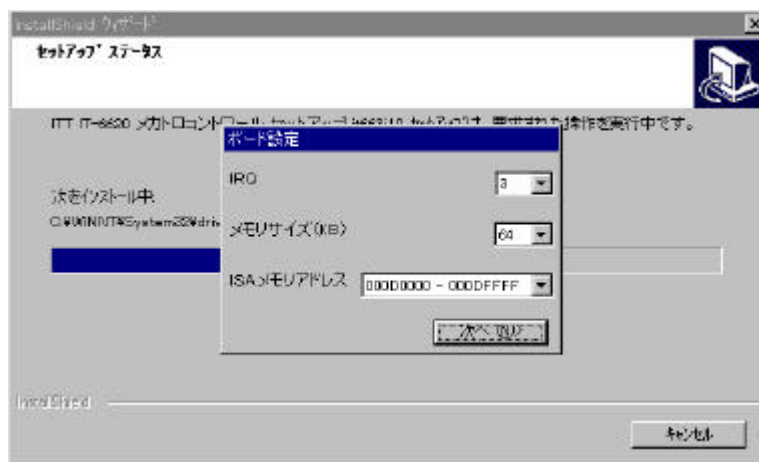

図 8 ボード設定値の入力画面
(9) インストール中にボード設定入力画面が表示されます。(図8参照) ボードの設定した値を選択して「次へ」ボタンをクリックします。